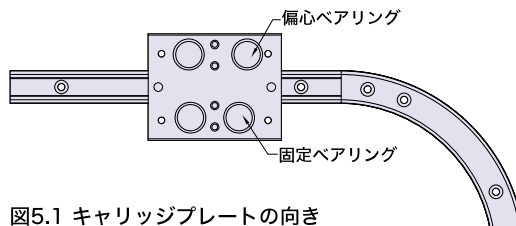

図5.1 キャリッジプレートの向き
5.1 キャリッジプレートを組み付ける前に、正しい向きであることを確認してください（図5.1）。標準的なキャリッジの場合、固定ベアリングはトラックシステムの内側に、偏心ベアリングは外側に来るよう組み付けてください。ベアリング間隔の短い方が固定です。